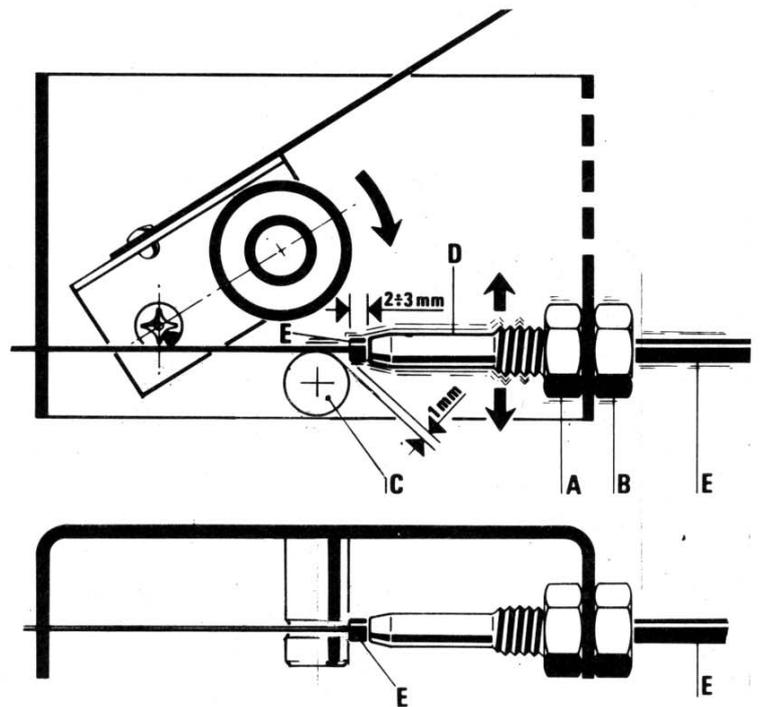

Bild. 5
- Schalten Sie das Gerät aus mit dem Schalter (20) in Position OFF.
- Nehmen Sie das Gehäuse aus Kunststoff (5) ab.
- Schneiden Sie an der Kontaktdüse (31) den überstehenden Draht ab.
- Entlasten Sie die Feder und heben Sie die Drahtandruckeinheit (9).
- Ziehen Sie die Gasdüse ab (32).
- Schrauben Sie die Drahtdüse ab (31).
- Jetzt können Sie die Drahtandruckeinheit (9) auf den Draht anlegen und die Andruckfeder festigen. Beachten Sie bitte, daß der Schweißdraht sich genau in der Rille der Antriebswelle befindet.
- Vor der Inbetriebnahme vergewissern Sie sich, daß der Draht so angebracht wurde wie in Bild 5 gezeigt wird.